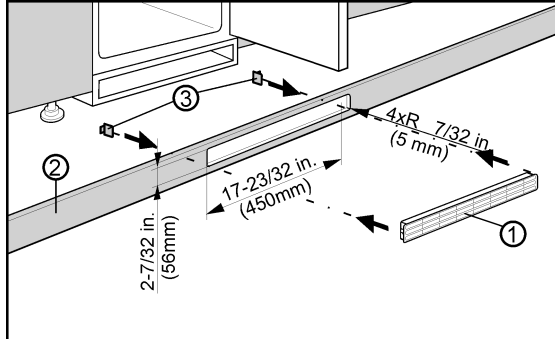

Fig. 7
L'aération à partir du bas au travers du plancher de l'élément de cuisine peut être réalisée à l'aide de la grille de ventilation *Fig. 7 (3)* fournie ou d'une ouverture de ventilation dont la surface de section est d'au moins 31 in² (200 cm²). Si vous utilisez la grille de ventilation jointe *Fig. 7 (1)*, procédez comme suit :
- Placer la grille de ventilation *Fig. 7 (1)* dans la découpe réalisée dans le plancher de l'élément de cuisine *Fig. 7 (2)*.
- Enchâsser les raccords encliquetables *Fig. 7 (3)* à partir de l'arrière dans la grille jusqu'à ce que les crochets touchent le plancher de l'élément de cuisine.